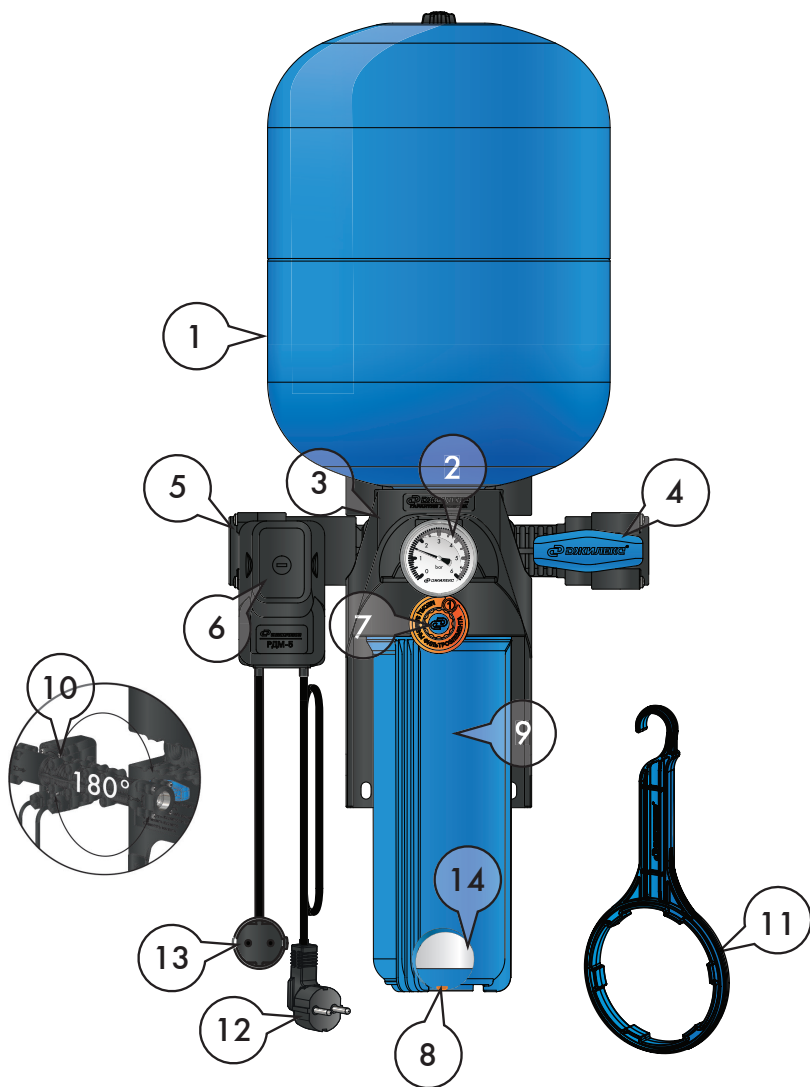

Рисунок 2
КРАБ-Т (рисунок 2) содержит стационарно закрепляемый на опорной поверхности (стене) корпус (3), являющийся базой, к нему присоединяются: - гидроаккумулятор (1) с наружной резьбой на фланце. Он навинчивается сверху на корпус, содержащий ответное резьбовое отверстие, уплотняется торцевым или радиальным эластичным уплотнителем; - пластмассовая колба (9) размером SLIMLINE 10" со сливной пробкой (8) и фильтрующим картриджом* (14). Колба картриджного фильтра имеет наружную резьбу и навинчивается снизу на корпус, содержащий ответное резьбовое отверстие, уплотняется торцевым или радиальным эластичным уплотнителем. В нижней части колбы расположена сливная пробка, уплотняемая эластичным уплотнителем. Для монтажа/демонтажа колбы к комплекту прилагается ключ (11); - манометр (2); - устройство индикации месяца замены фильтрующего картриджа (7); - съемный коллектор (10), который содержит встроенный шаровой кран (4) с резьбовым патрубком на выходе, обратный клапан с резьбовым патрубком на входе (5), присоединительный штуцер для реле давления. Коллектор содержит 3 цилиндрических патрубка и вставляется в ответные отверстия корпуса с возможностью обеспечить подачу воды слева направо или справа налево, уплотняется эластичным уплотнителем, фиксируется на корпусе винтами; - реле давления РДМ – 5 (6). К реле присоединены кабель с вилкой (12) для подключения к электросети и кабель с розеткой (13) для подключения насоса к выходу реле. Реле устанавливается на коллекторе.